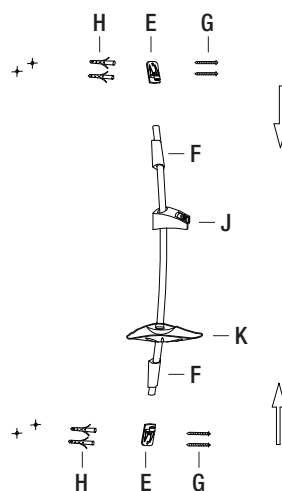

Fig. 11
9. Insérer les ancrages muraux (H) dans les trous prépercés. Fixer les supports de montage (E) au mur avec des vis (G), voir Fig. 11.